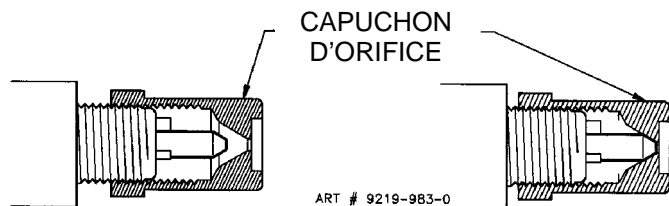

FIGURE 9A
- b. Dévisser les capuchons d'orifice des brûleurs de façon à les éloigner des broches (voir la figure 9A), soit approximativement 1 1/2 à 2 tours.